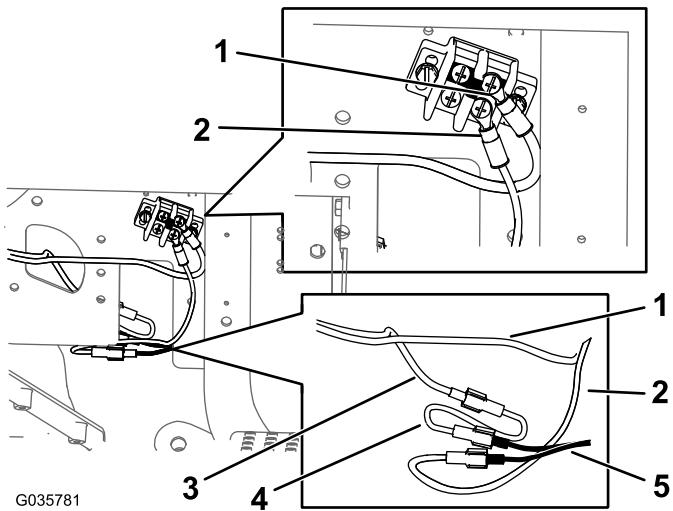

Figure 14
- Connectez la cosse en anneau du faisceau de câblage et le faisceau adaptateur de masse au bloc de mise à la masse (Figure 14).
- D. Branchez le faisceau adaptateur d'alimentation au faisceau de câblage (Figure 14).